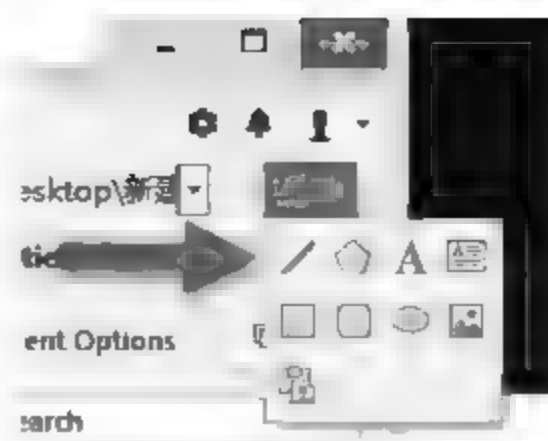

图 8-26 不具有电气属性的线条
解: (1) 在原理图中检查是否连接好, 比如走线相交的地方有无节点, 或者放置的导线是否是具有电气属性的线条(不具有电气属性的线条如图 8-26 所示)。